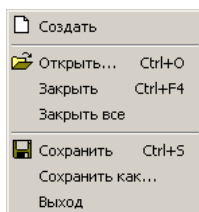

Рис. 10.9. Пункты меню *Конфигурация*
10.3.4. Меню *Конфигурация* предназначено для выполнения основных операций с конфигурациями БАЗИС-12.П. Меню состоит из следующих пунктов (рис. 10.9) и предназначено для выполнения следующих функций: